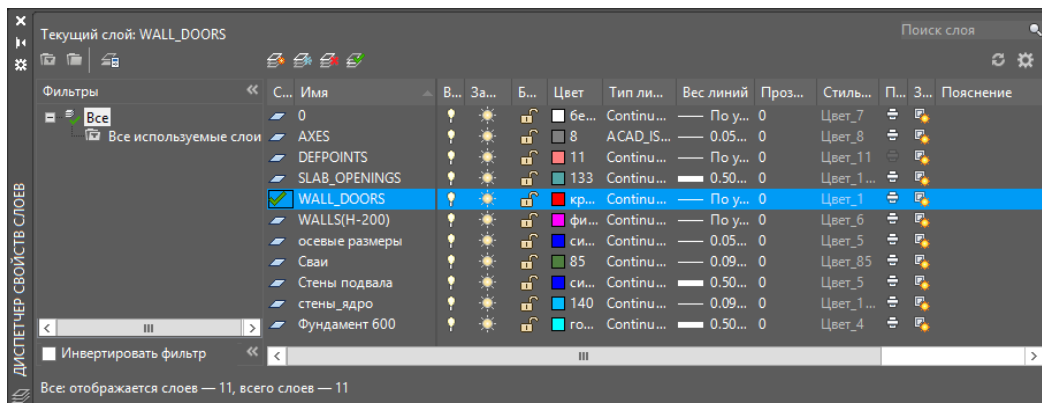

Рис.14.8. Диспетчер свойств слоев AutoCAD и новый слой WALL\_DOORS
- В раскрывающемся списке выберите команду - **Новый слой дверных проемов**. В Диспетчере свойств слоев AutoCAD (рис.14.8) создается новый слой **WALL\_DOORS** и автоматически назначается текущим.